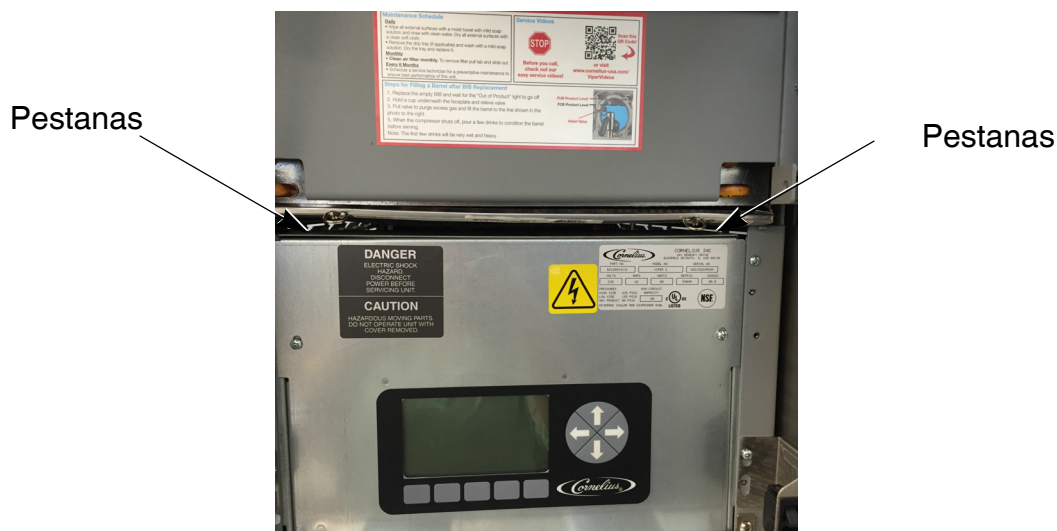

Figura 9.
2.	Retire el filtro sujetando las dos lengüetas (Figura 9) y deslizándolo hacia afuera la parte delantera de la unidad.